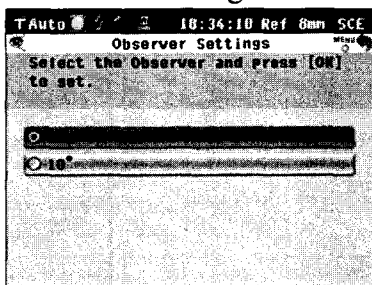

Рисунок 41
- откройте вкладку «Observe» (Наблюдатель) (рисунок 38), отобразится экран «Observe Settings» (рисунок 41), выберете угол наблюдения «2°» и нажмите кнопку «OK/EDIT». На экране снова появится «Color Settings».